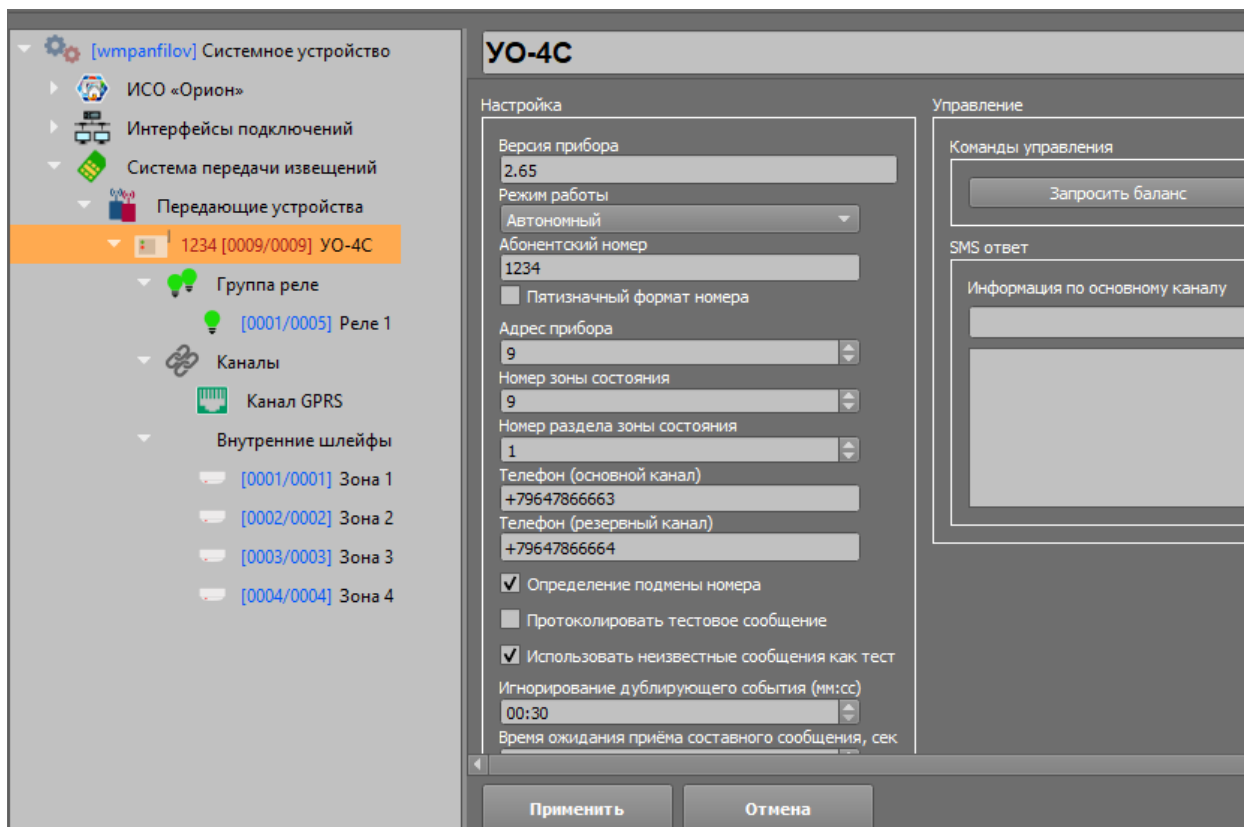

Рисунок 3-13. Пример настройки работы УО-4С в автономном режиме
2. оставьте нумерацию Contact ID номера этим зонам – без изменений (0);
3. в настройках прибора в списке «Режим работы» установите режим «Автономный», параметры «Номер зоны состояния» и «Номер раздела зоны состояния» оставьте без изменений (0) (Рисунок 3-13). Примените изменения;